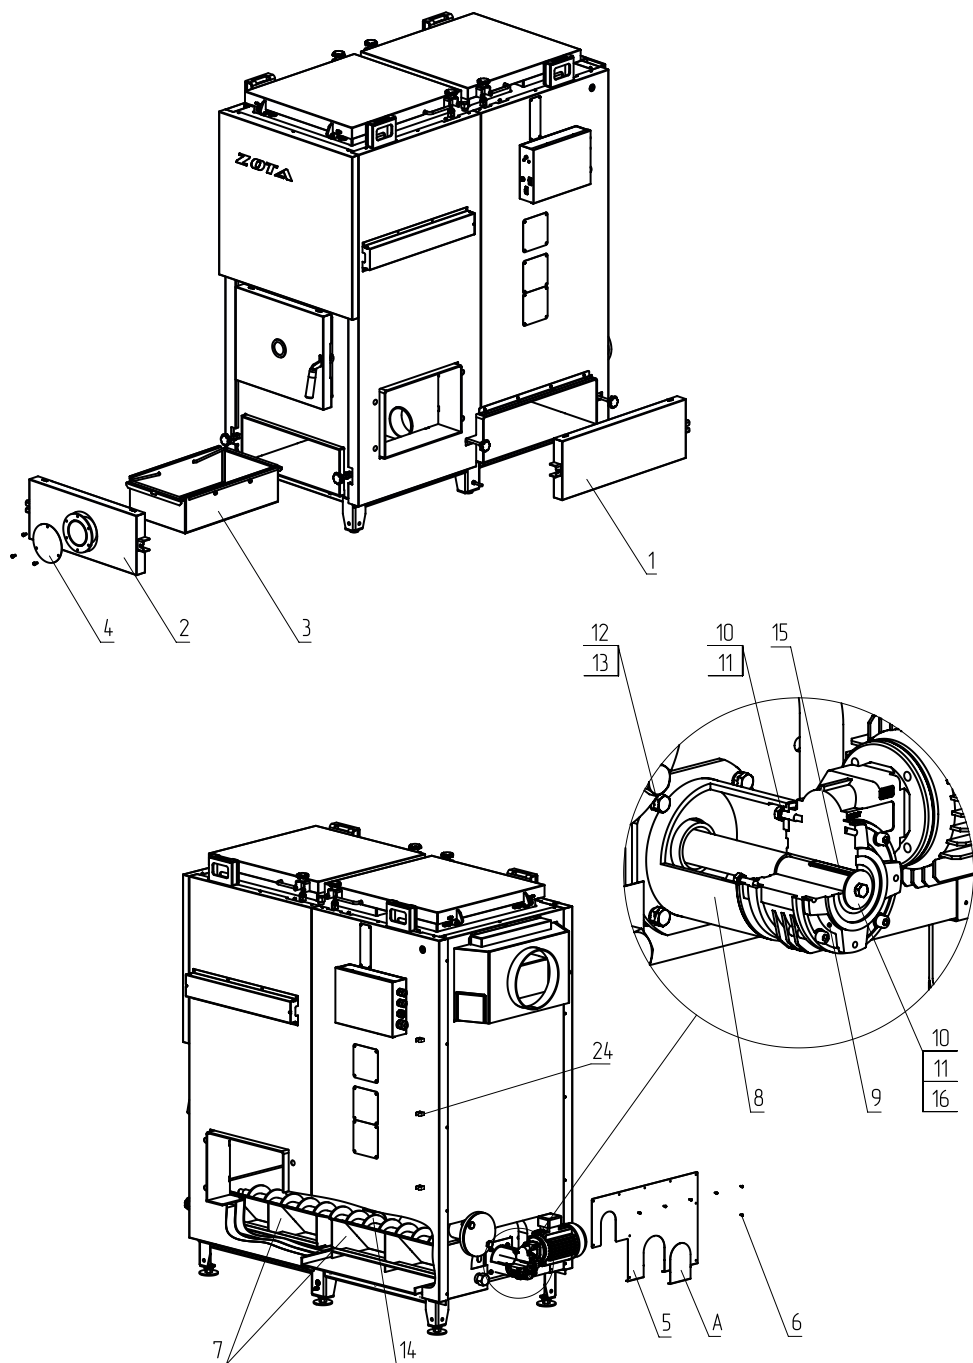

Рис.8 Монтаж механизма золоудаления
2.1. Снять прочистную и зольную дверцы (поз. 1, поз. 2) Рис.8.
2. 11. Установить коробку распаечную и зафиксировать её саморезами. Закрепить гофрошланг от коробки с помощью крепления (поз. 24) Рис.8.